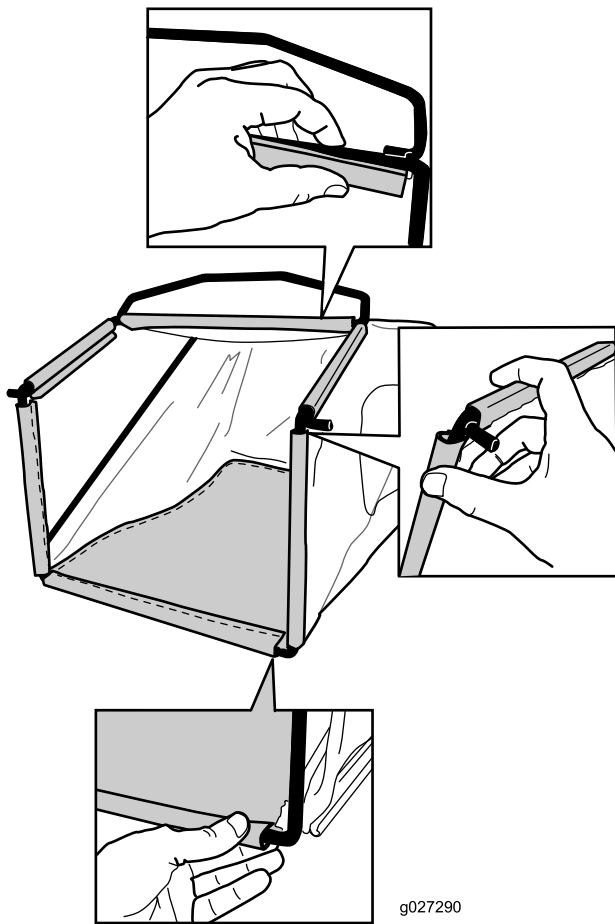

Figura 10
2. Enganche el canal inferior de la bolsa en la parte inferior del bastidor (Figura 10).
- Enganche los canales superiores y laterales de la bolsa en la parte superior y en los laterales del bastidor, respectivamente (**Figura 10**).